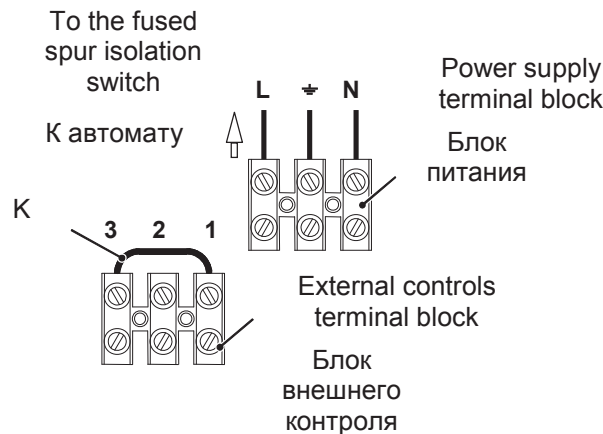

Fig. 5.14
- 5 Connect the electrical supply flexible cord coming from the fused spur isolation switch to the power supply terminal block of the boiler (Fig. 5.14) keeping the same connections for the live (brown wire) and the neutral (blue wire). External 3 A fuse or fused plug with same current rating is recommended.
- 5 Подключите кабель питания, идущий от автомата к блоку питания котла (Рис. 5.14) сохраняя правильную фазность: фаза (коричневый провод), ноль (синий провод). Рекомендуется установка внешнего 3А предохранителя или автомата с аналогичными характеристиками.
When connecting any type of external control, the jumper K in Fig. 5.14 must be removed.
В случае подключения устройств внешнего контроля, переключатель K на рис. 5.14 должен быть демонтирован.